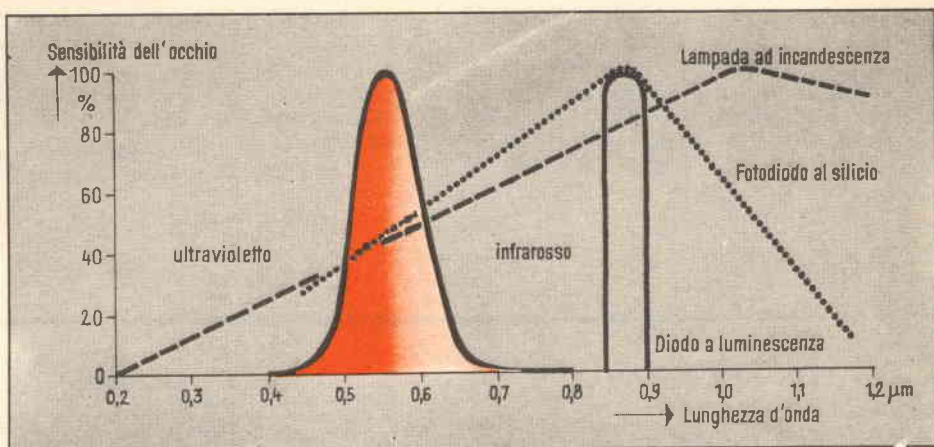

Fig. 1 - Confronto fra l'emissione di diodi a luminescenza ed emissione di lampade ad incandescenza.
ponenti a semiconduttori. Questo diodo, in presenza della corrente, viene eccitato ed emette radiazioni entro la gamma dei raggi visibili. Nella *fig. 1* è segnata la linea dello spettro del diodo a luminescenza che comprende una lunghezza d'onda intorno ai 0,9  $\mu\text{m}$  e quindi viene a trovarsi nel campo dei raggi infrarossi. Per confronto, sempre nella *fig. 1*, è segnato anche lo spettro di emissione di una lampada ad incandescenza adottata nelle cellule fotoelettriche tradizionali. Si può rilevare che solamente una piccola parte della radiazione è visibile all'occhio umano, mentre la maggior parte viene convertita in radiazione termica.
titore e ricevitore sono stati accuratamente allineati e fissati, va a colpire il ricevitore e viene concentrato su un diodo al silicio, per mezzo di una lente convessa. Come si può notare dalla fig. 1, la massima sensibilità fotoelettrica del diodo si trova all'incirca intorno ai  $0,9 \mu\text{m}$ . In questo modo si rag-
**IL CIRCUITO** - Il circuito del tremolo è composto da Q1 e dai componenti ad esso relativi (ved. fig. 1). Si tratta di un generatore di bassa frequenza a frequenza variabile, la cui uscita è collegata all'entrata dello stadio mescolatore-amplificatore Q3. Il potenziometro R2 regola la frequenza del segnale generato
Fig. 1 - Per semplificare lo schema e risparmiare spazio, sono stati rappresentati solo il primo e l'ultimo circuito commutatore al tocco. I circuiti mancanti sono esattamente uguali a quelli rappresentati anche per quanto riguarda i valori dei collegamenti.